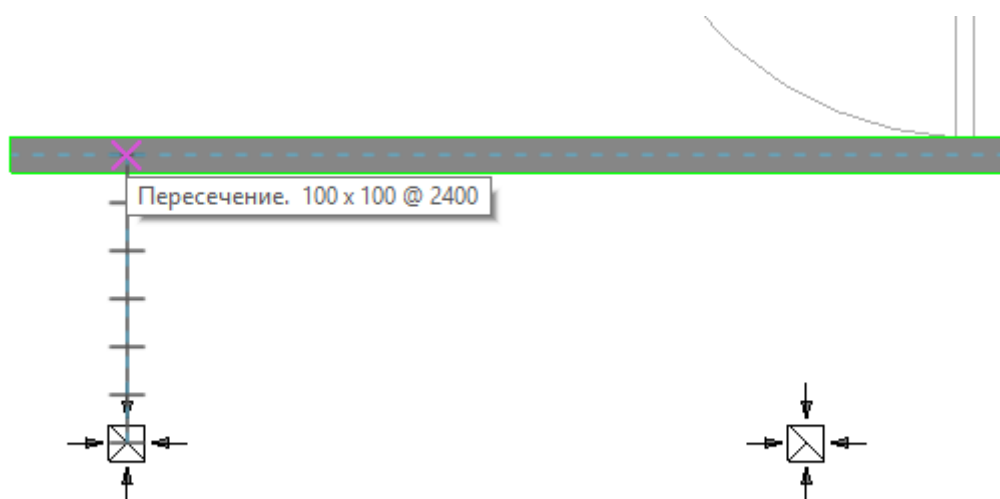
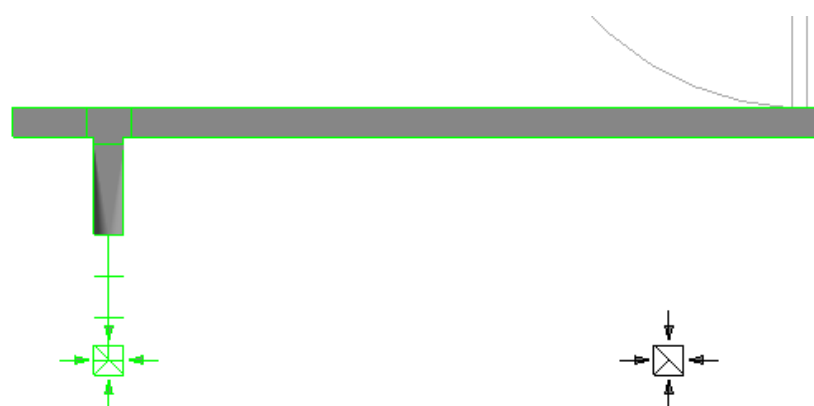

Рисунок 5.14. Процесс соединения воздухораспределителя с магистральным воздуховодом
Рисунок 5.15. Общий вид узла соединения
6.3. Нажав сначала на соединитель, а затем в нужном месте – на воздуховод, присоединить воздухораспределитель к воздуховоду (рисунок 5.14), и при этом согласно ранее установленным настройкам произойдет формирование узла соединения гибкого круглого и оцинкованного прямоугольного воздуховодов: на магистрали установятся тройник и переход с прямоугольного на круглое сечение (рисунок 5.15).